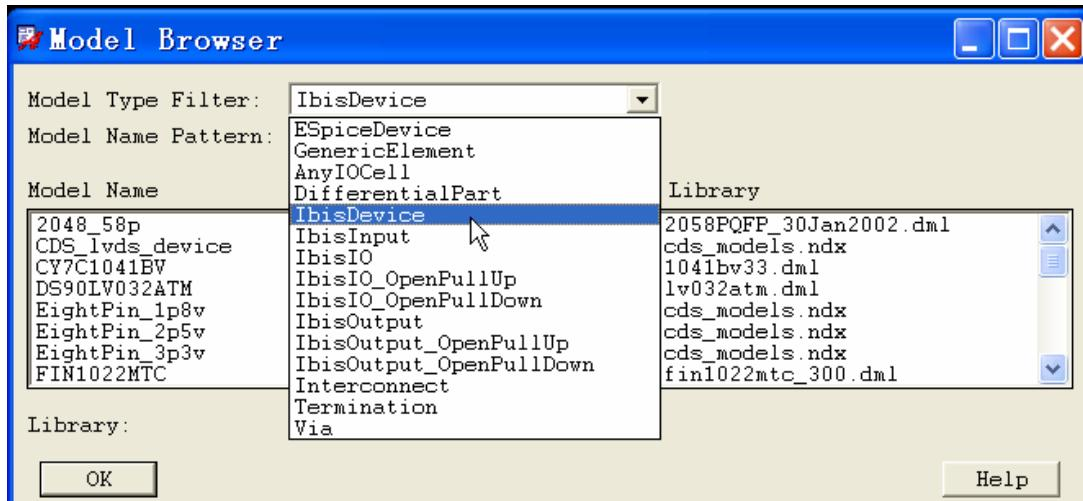

图 3-21 Model Browser 界面
6、Library: 列出了在当前模型类型中可用的模型名。如图 3-21 中在 IbisDevice 模型类型中，库里包含了 2048_58p、CY7C1041BVT 等器件模型。